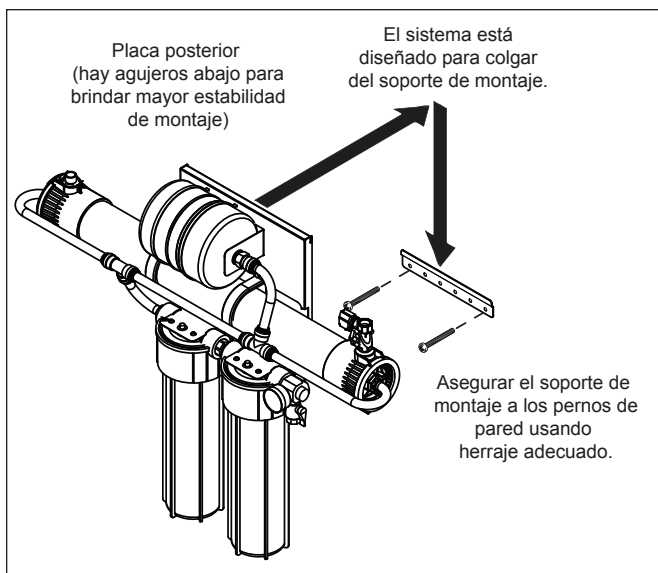

Figura 2. Montaje del sistema
1. Use un localizador de pernos y nivele para instalar el soporte de montaje firmemente en la pared con el herraje adecuado de montaje (Figura 2).
2. El soporte de montaje está diseñado para que pueda levantarse el sistema VZN y colgarse en el soporte de montaje. Levante el sistema, con ayuda, y asíéntelo en el soporte de montaje firmemente (Figura 2).